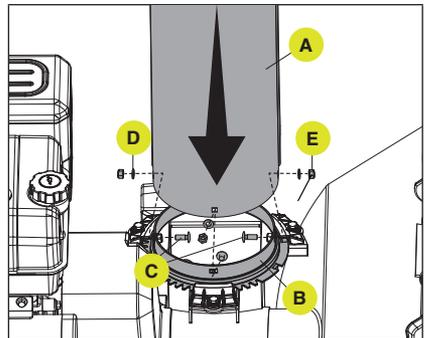

Figure 6
Retirez la goulotte (A) de l'emballage à bulle et fixez-la à l'engrenage de la goulotte (B). Raccordez la goulotte à l'aide de 3 boulons (C), 3 rondelles (D) et 3 contre-écrous (E) comme indiqué (Fig. 6). Serrez bien les boulons. Ne serrez pas de manière excessive.